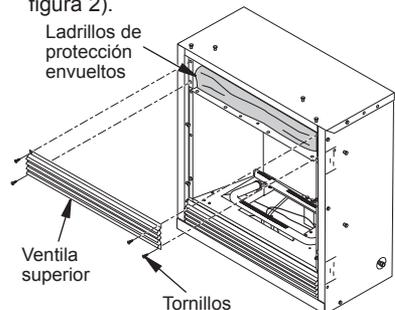

Figura 2 - Extracción de los ladrillos de protección
1. Extraiga los tornillos de la ventila superior y con cuidado retire la ventila (consulte la figura 2).